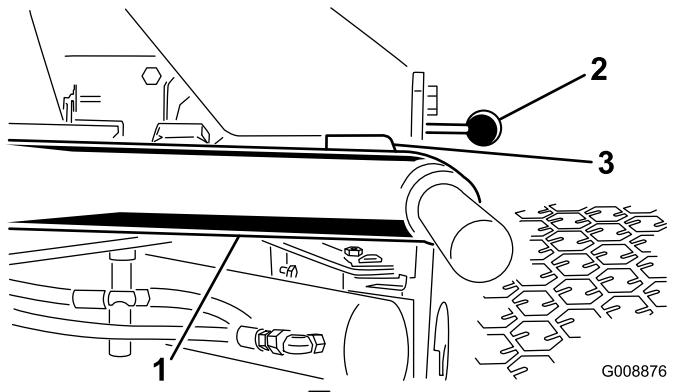

図 11
1. エンジンを始動し、カッティングユニットを上昇させ、各昇降アームとフロア・プロート・ブラケットの間のすきまが5~8 mmになっていることを確認する(図 11)。